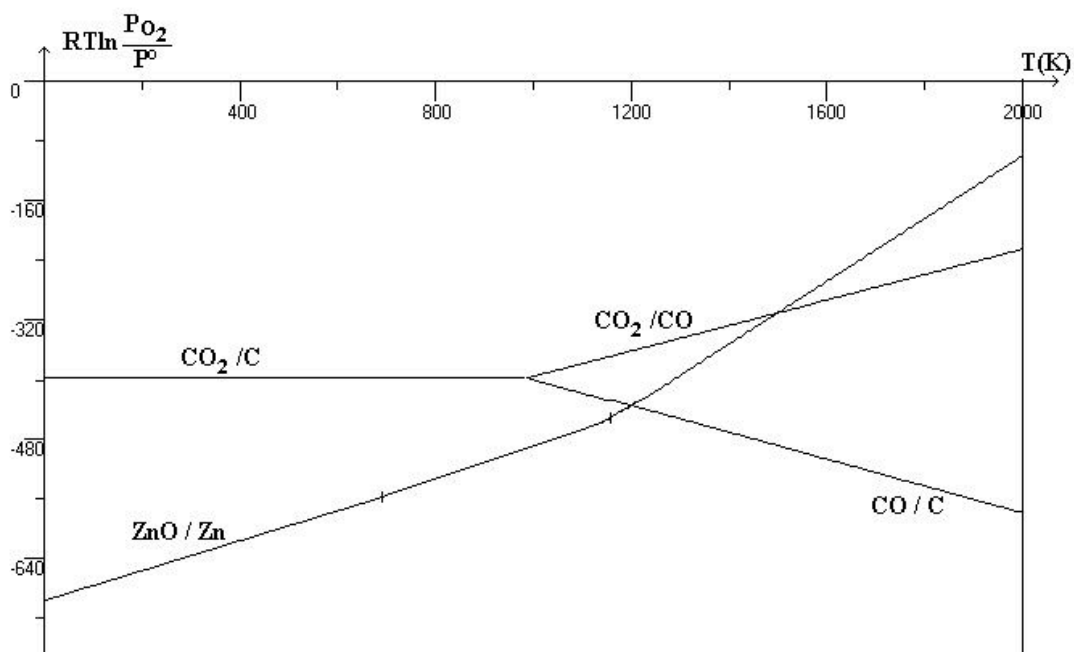

Figure 1 : Diagramme d'Ellingham
Une fois l'oxyde de zinc obtenu, il faut le réduire. La figure 1 donnée en annexe à la fin de l'énoncé représente le diagramme d'Ellingham du système C/CO/CO2 et du couple ZnO/Zn.
- 7- On peut utiliser le carbone C pour réduire l'oxyde de zinc. Ecrire l'équation bilan de cette réaction. Selon la figure 1, à partir de quelle température la réaction sera-t-elle favorisée ? Calculer précisément cette valeur à partir des données. Pourquoi faut-il travailler en présence d'un excès de carbone ? Sous quel état se trouve le zinc obtenu ?